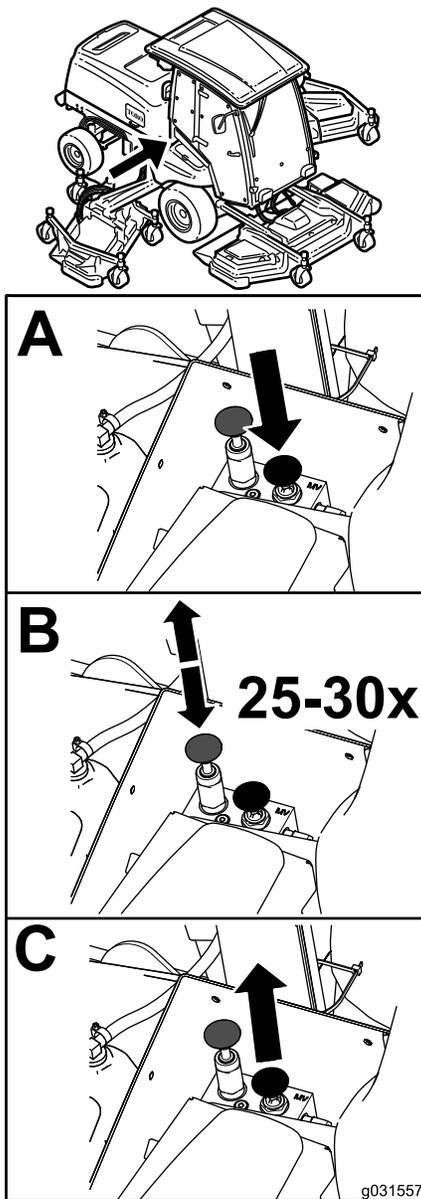

図 76
4. 図76のように、バイパスバルブとプランジャで手動で自動駐車ブレーキを解除する。